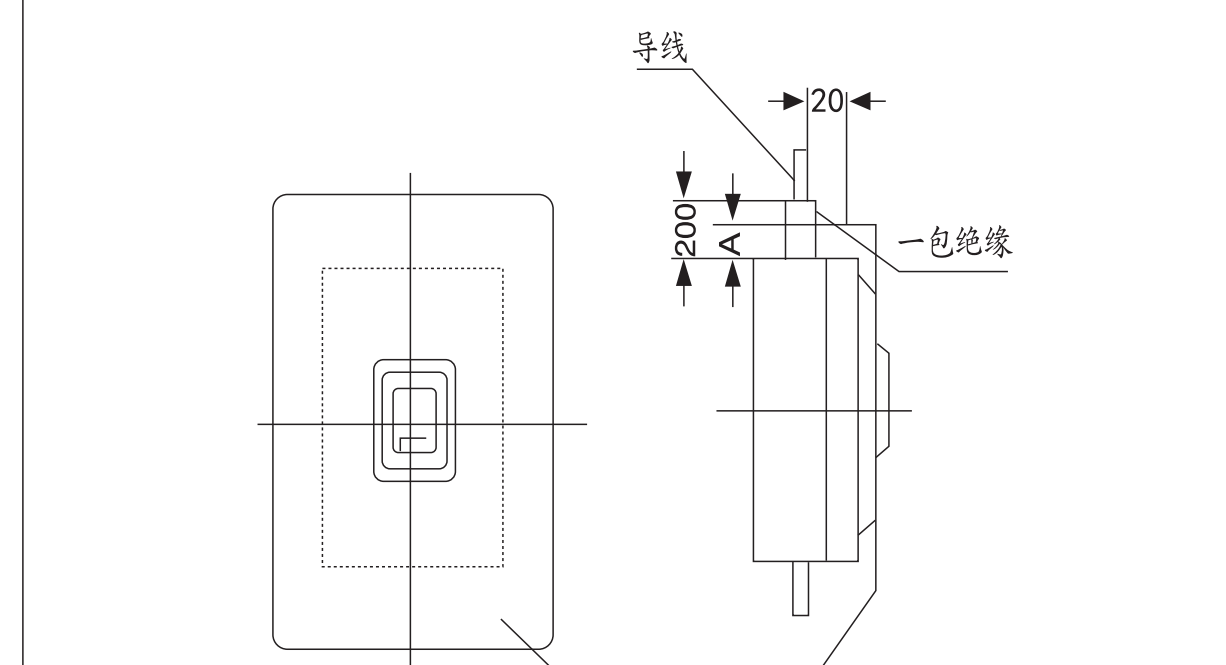

图3
- 5.3 固定断路器的底板必须平整，不然在旋紧安装螺钉时，断路器的胶木底座会受到弯曲应力而损坏。为了防止飞弧应将断路器的裸母线包以200mm宽绝缘物（见图3）断路器与金属配电装置之间尺寸应按图3规定。